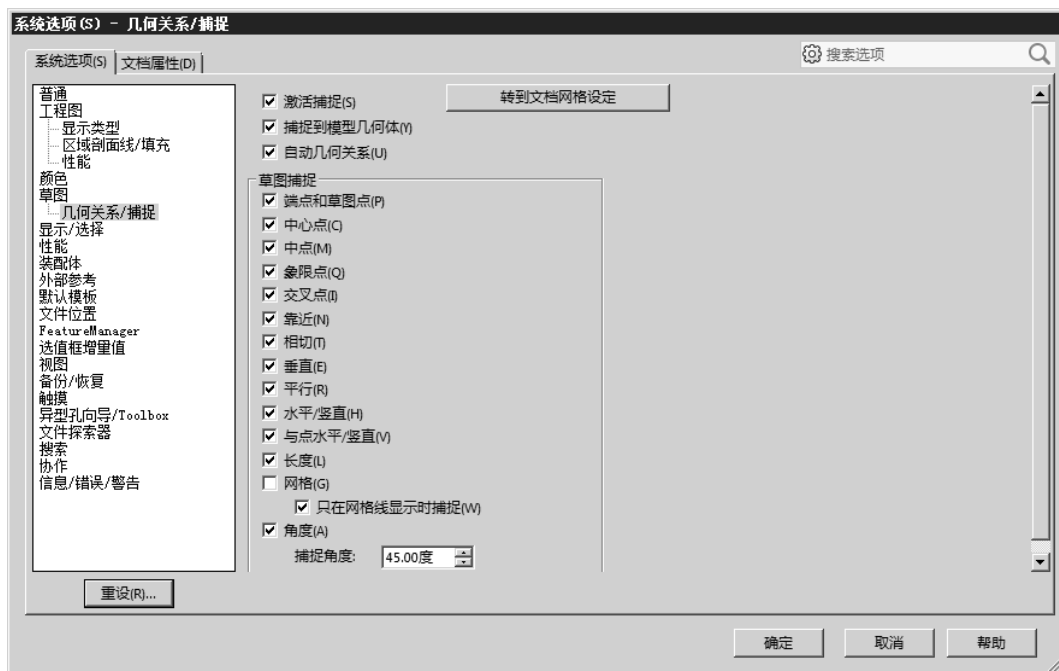

图 4.5.2 “系统选项 (S) - 几何关系/捕捉”对话框
在“系统选项 (S) - 几何关系/捕捉”对话框左侧的列表框中选择 **几何关系/捕捉** 选项，可以设置在创建草图过程中是否自动产生约束（图 4.5.2）。只有在这里选中了这些复选框，在绘制草图时，系统才会自动创建几何约束和尺寸约束。